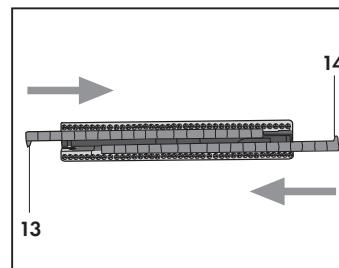

Abb. 16
Um die steifen Leisten (12) für Teppichböden und Teppiche auf den Borsteneinsatz zu montieren, diese mit nach innen gerichteten Läppchen (13 und 14) in die dazu bestimmten Führungen schieben (**Abb. 16**).
- Einsatz mit steifen Leisten (12) um Teppiche und Teppichböden zu reinigen. (**Abb. 16**)